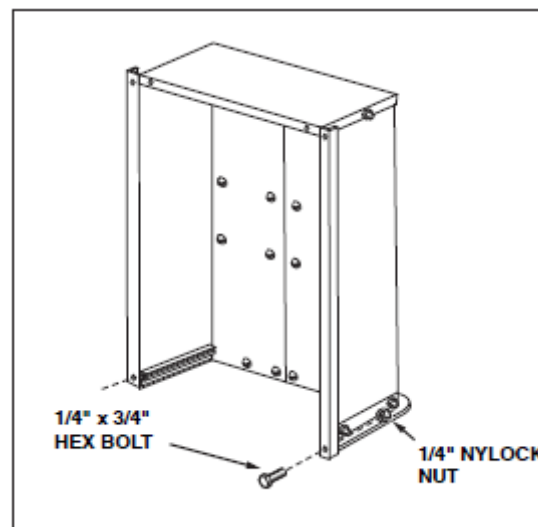

рис. 7
12. Прикрутите два болта (1/4x3/4) и гайки к двум задним углам корпуса. Затяните. См. рис. 7.